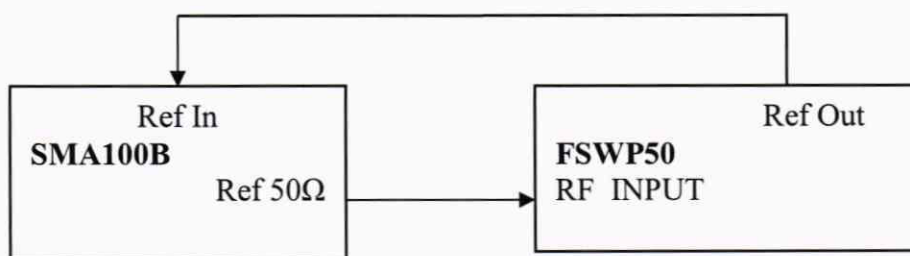

Рисунок 4
7.6.3 Выполнить соединение СИ в соответствии со схемой, приведённой на рис. 4. Для генераторов без специальных опций по фазовому шуму - на генераторе установить немодулированный сигнал частотой 10 МГц и уровнем 10 дБ (1 мВт). На анализаторе фазовых шумов FSWP50 установить частоту 10 МГц, диапазон отстройки от 1 до 100 кГц и количество кросс-корреляций, необходимое для достижения требуемой чувствительности. Маркером в режиме измерения фазового шума провести измерения при отстройке 20 кГц от несущей.